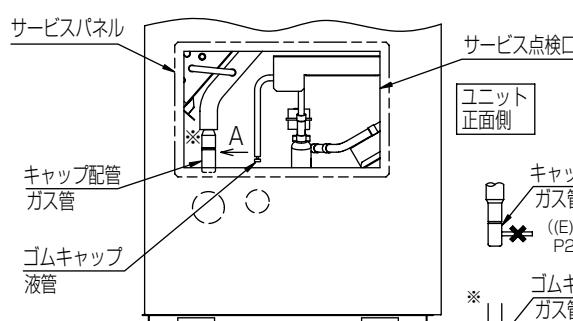

図1
(3) **図1** 矢視Aに示すガス管キャップ配管のチャージ管（×印部）を切断し、配管内に封入されている窒素ガスを抜いてください。((E)P224・(E)P280・P265・P335形のみ)
(4) **図1** に示すガス管接続部および液管接続部のキャップ配管、もしくはゴムキャップを取外してください。